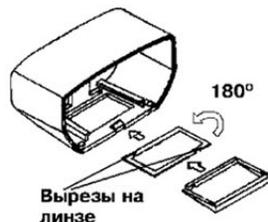

Рис.5
- **(ВНИМАНИЕ!)** выдвинуть линзу, повернуть ее на  $180^\circ$  (рис.5), установить в крышку так, чтобы одинарный вырез был направлен внутрь корпуса, гладкая сторона линзы должна быть направлена наружу;